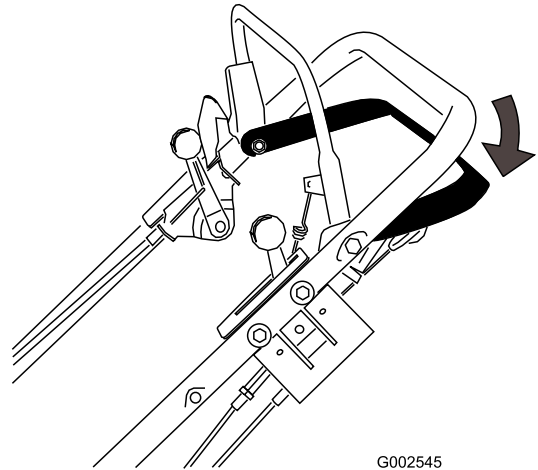

Bild 16
1. Lassen Sie den Fahrtriebsbügel los (Bild 16).